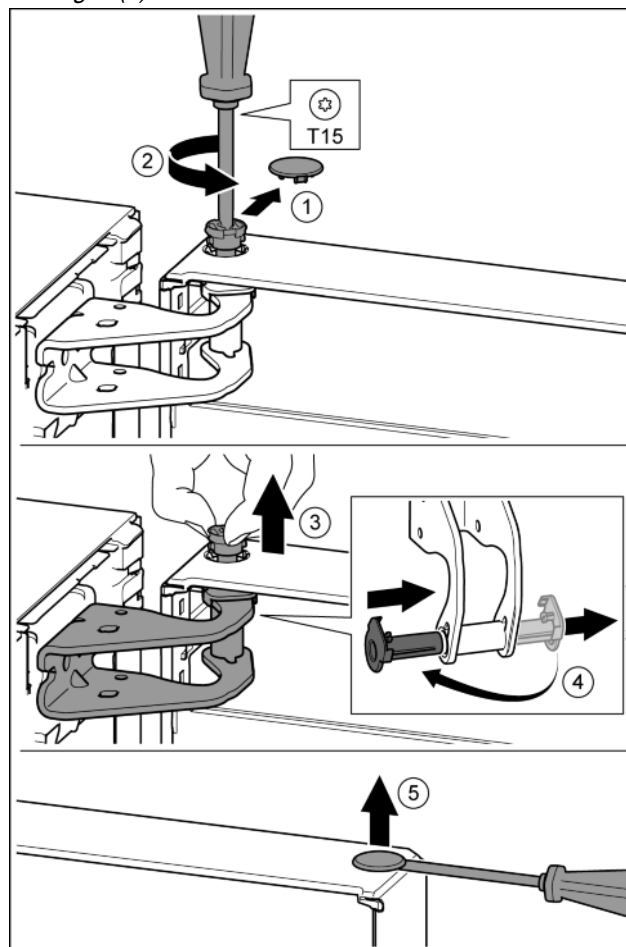

Fig. 8
- ▶ Ostrożnie zdjąć osłonę zabezpieczającą. *Fig. 8 (1)*
- ▶ Sworzeń wykręcić nieco przy pomocy śrubokręta T15. *Fig. 8 (2)*
- ▶ Przytrzymać drzwi i wyjąć sworzeń palcami. *Fig. 8 (3)*
- ▶ Tuleję łożyskową wyjąć z prowadnicy. Założyć z drugiej strony i zazębic. *Fig. 8 (4)*
- ▶ Zatyckę ostrożnie podważyć przy pomocy śrubokręta i wyjąć z tulei łożyskowej drzwi. *Fig. 8 (5)*